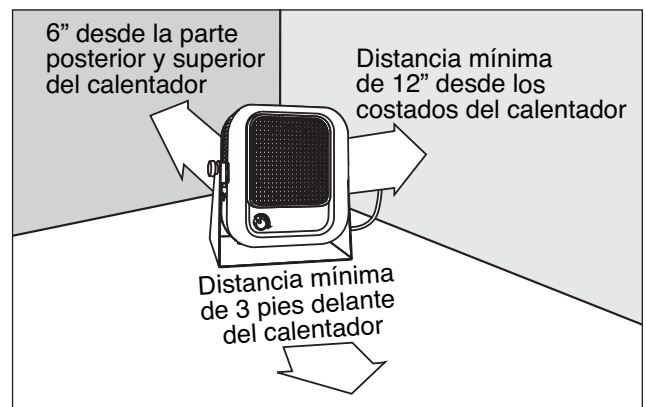

Figura 2
2. Gire el soporte a la posición deseada en la base del calentador (Vea la Figura 2).